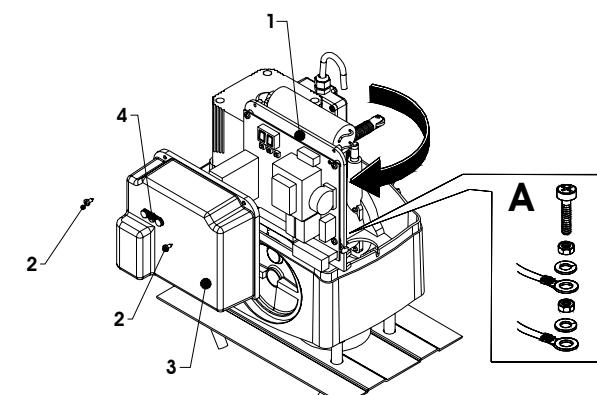

Fig.16
Conecte el cable de puesta a tierra como se indica en la Fig. 16 ref. A
En los motorreductores versión "C" el equipo electrónico de mando está fijado a un soporte orientable (Fig. 16 ref. 1) con tapa transparente (Fig. 16 ref. 3). En la tapa se han posicionado los pulsadores de programación de la tarjeta (Fig. 16 ref. 4), esto permite programar la tarjeta sin tener que quitar la tapa.